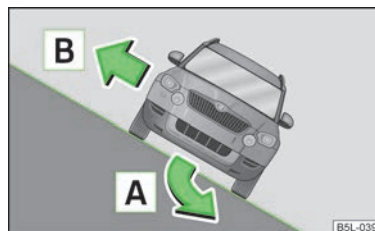

Fig. 137
Si existe la amenaza de vuelco, conducir en línea de pendiente **A** » fig. 137 y acelerar un poco.
Si el vehículo se para en una posición diagonal en la pendiente y usted y sus acompañantes deben bajarse, todos los ocupantes deben bajarse por el lateral del vehículo que indique hacia arriba **B** » fig. 137.
- Antes de conducir en diagonal por la ladera **A** » fig. 137, hay que fijarse en que se pueda conducir en línea de pendiente. Si se conduce en diagonal por la pendiente y el vehículo tiende a volcarse, se debe entonces maniobrar inmediatamente cuesta a bajo en la línea de pendiente y acelerar un poco.
- Si el vehículo se queda en una posición muy transversal en una pendiente, nunca hay que bajar del vehículo cuesta abajo. Abandonar el vehículo siempre con sumo cuidado por el lado que señala pendiente hacia arriba **B** » fig. 137.